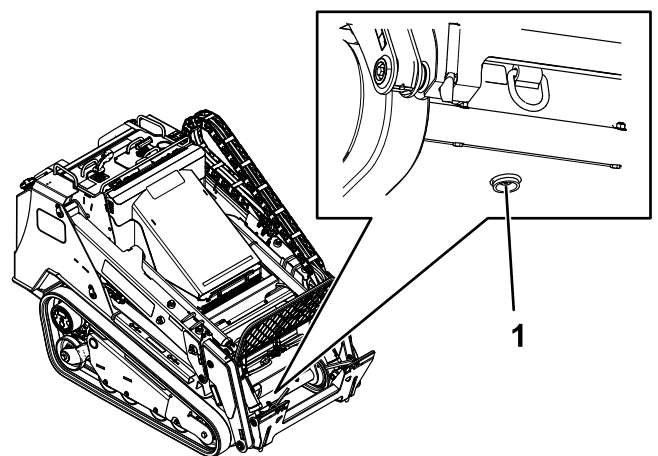

Figure 80
6. Placer un grand bac de vidange (d'au moins 57 litres [15 gallons US] de capacité) sous le bouchon de vidange à l'avant de la machine (Figure 80).
7. Retirez le bouchon de vidange pour permettre à l'huile de s'écouler dans le bac de vidange (Figure 80).